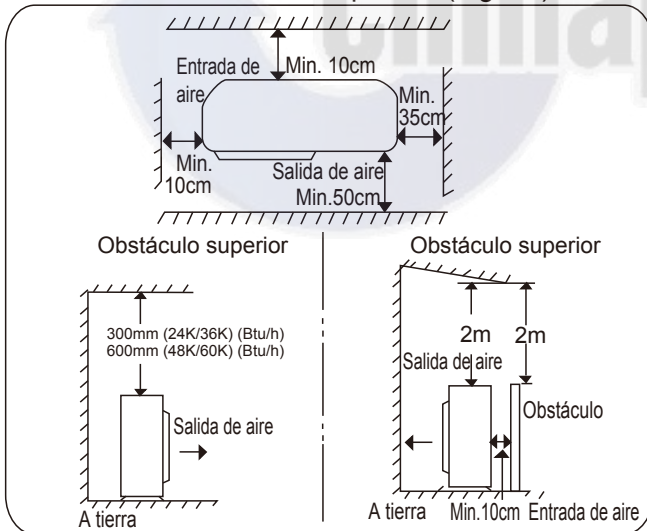

Fig. 8.1
- Considerar el espacio necesario para la entrada de aire, la salida y el mantenimiento. (Fig 8.1)